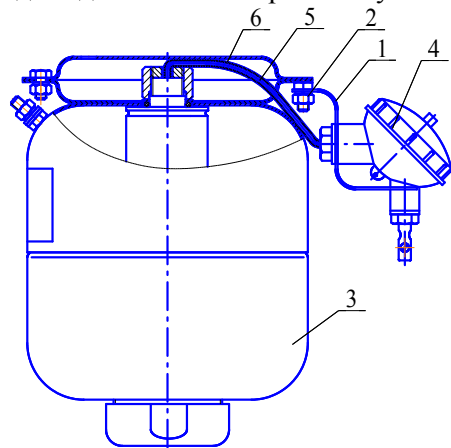
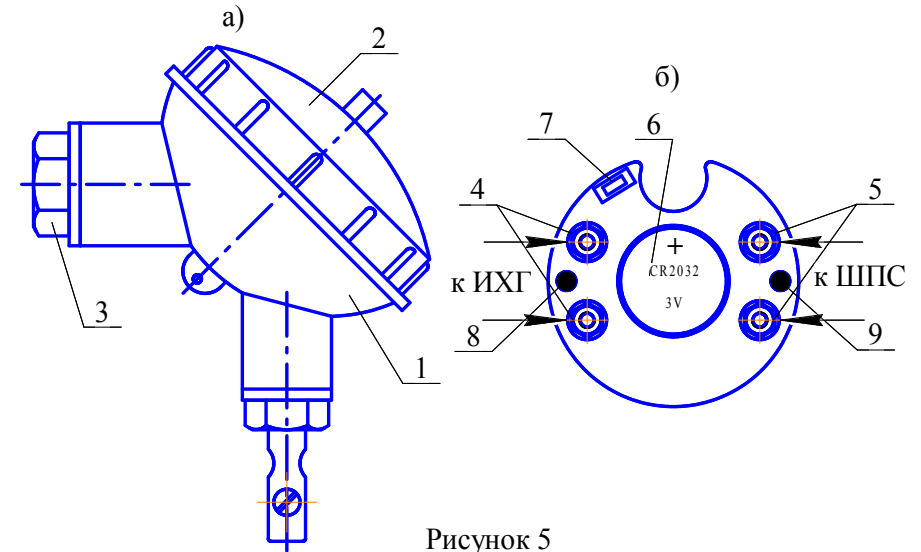

Рисунок 3
Рисунок 5
4.3.1.1 На кронштейне 1, закрепленном гайкой 2 на корпусе МПП 3 (см. рисунок 3), установлен электронный узел запуска (устройство пусковое температурное) 4. Вывода 5 элемента электропускового ИХГ, вставленные в трубку ПВХ 6, через гермоввод соединены с электронным узлом запуска 4.
6.4.2 Гайкой 2 (см. рисунок 3) закрепить на корпусе МПП кронштейн 1.
6.4.3 С корпуса 1 электронного узла запуска (см. рисунок 5) открыть крышку 2 и винт 3. Через отверстия винта 3, кронштейна 1 (см. рисунок 3) в гермоввод электронного узла запуска ввести провода элемента электропускового ИХГ и при необходимости ШПС. Винтом 3 согласно рисунку 3 закрепить на кронштейне электронный узел запуска.